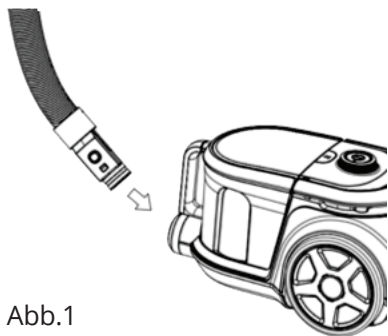

Abb.1
**Abb.1** zeigt den Anschluss des Schlauchs und des Staubsaugers: